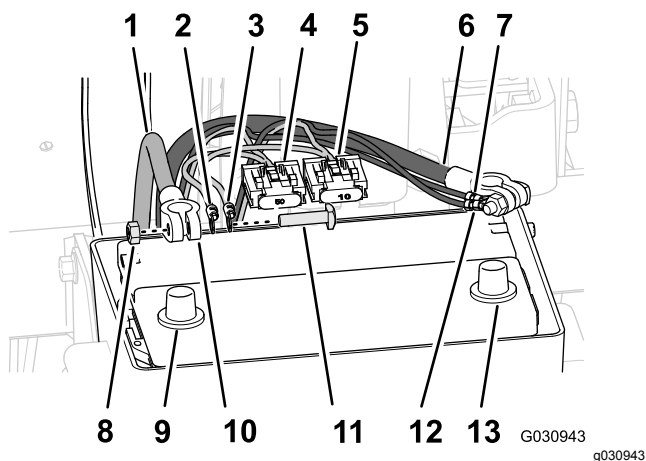

Figura 144
1. Disponete terminale positivo (cavo rosso), terminale negativo (cavo nero) e blocco fusibili (50 A) del cablaggio preassemblato posteriore tra la scatola della batteria e il telaio della macchina (Figura 144).
- Montate un bullone a T attraverso il terminale negativo (cavo nero) del cablaggio preassemblato posteriore, il terminale negativo del cablaggio elettrico di navigazione e il terminale del cavo negativo della batteria (Figura 144).
- Fissate, senza serrarli, i terminali e il bullone a T con un dado esagonale (Figura 144).
- Rimuovete i bulloni a T e i dadi esagonali dai terminali dei cavi della batteria positivo e negativo (Figura 144).
- Montate un bullone a T attraverso il terminale positivo (cavo rosso) del cablaggio preassemblato posteriore, il terminale positivo del cablaggio elettrico di navigazione e il terminale del cavo positivo della batteria (Figura 144).